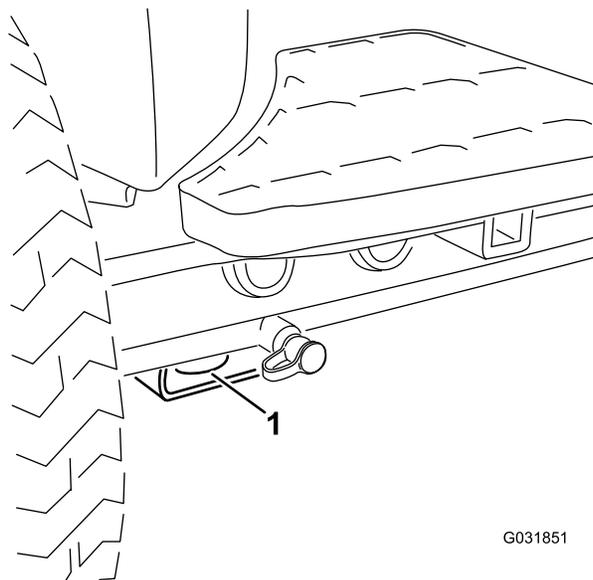

図 38
- 前各前輪の内側、アクスルチューブの下にある四角いパッド 図 38